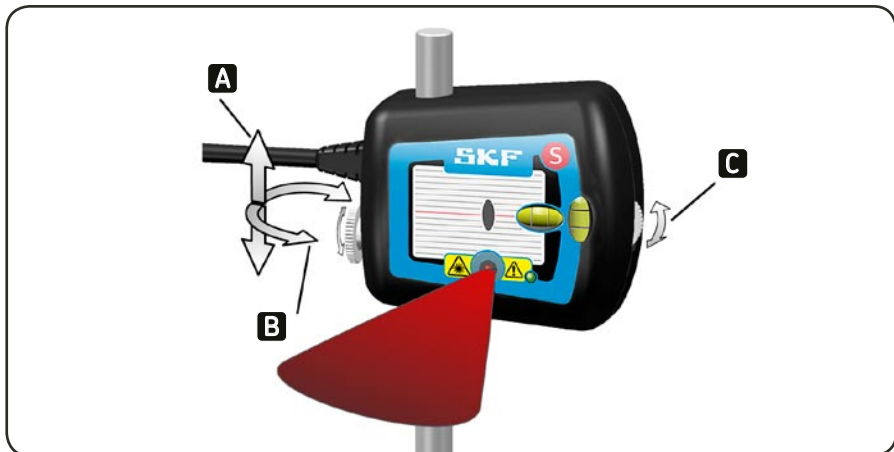

Fig. 12. Mécanisme de réglage
- c) Pour effectuer un réglage grossier, débloquez l'appareil de mesure en déverrouillant le bouton situé sur le côté de l'appareil (fig. 12). Cela permet à l'appareil de mesure de glisser le long de la tige vers le haut et vers le bas tout en pivotant librement. Pour le réglage fin de la hauteur, utiliser les molettes de réglage situées sur les appareils de mesure.